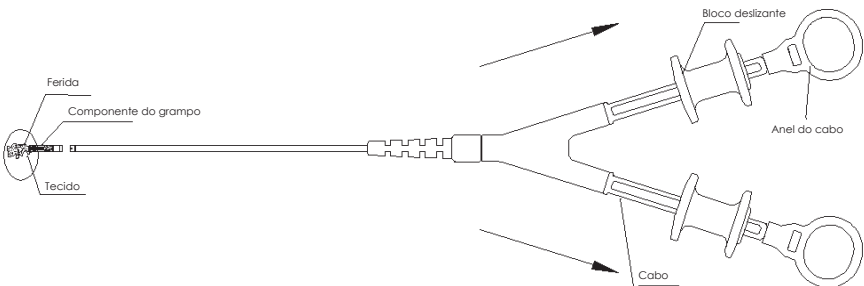

Fig. 8 Libération
7. Para fechar permanentemente o dispositivo descartável de dupla ação para fechamento de tecido, você pode mover o bloco deslizante em direção ao anel do cabo depois de sentir a resistência. Neste momento, você pode sentir ou ouvir o clique, o que indica que o grampo foi liberado (como mostrado na Fig. 8); após a liberação, o grampo e o dispositivo podem ser separados pelos dois métodos seguintes: